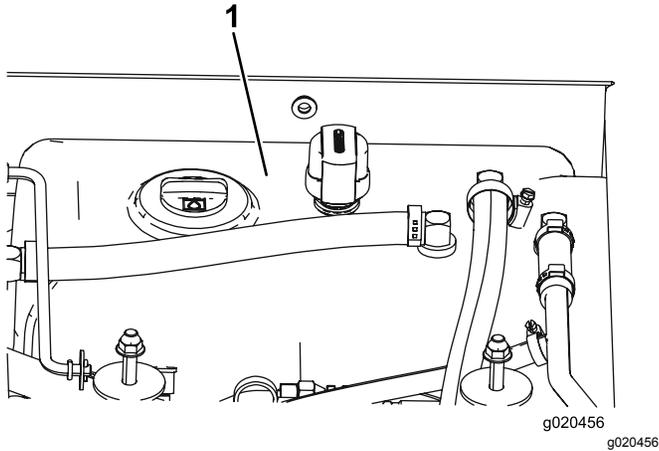

Figura 78
- Encha o reservatório (Figura 78) com fluido hidráulico; consulte Verificação do fluido hidráulico (página 64).